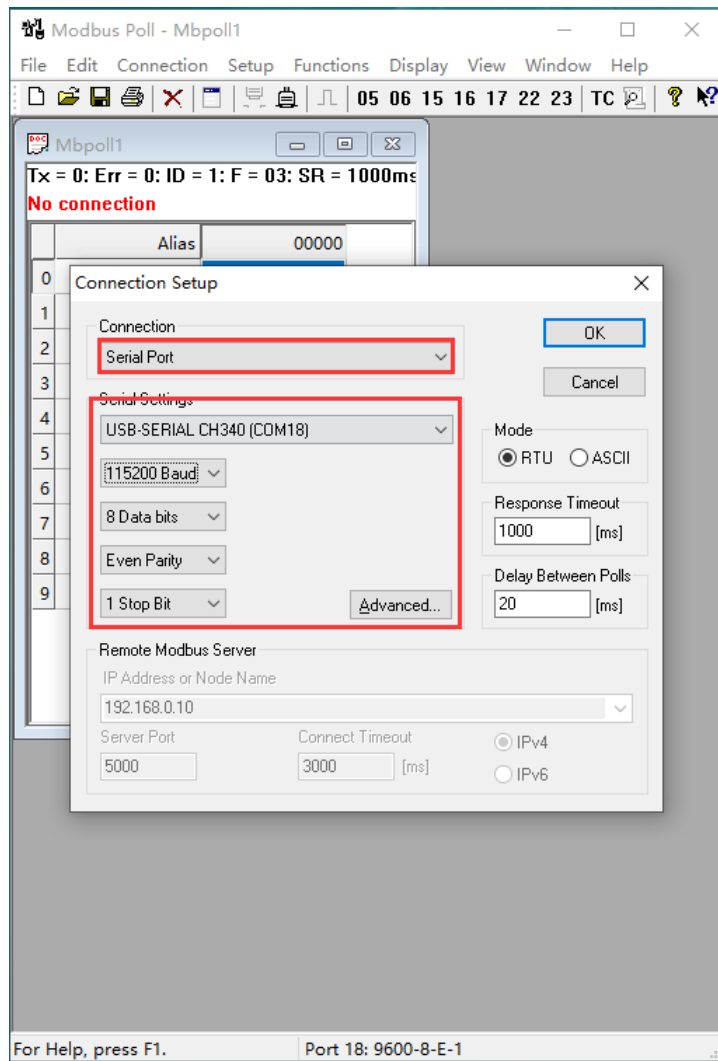

图 13-9 MODBUS_RTU 主机参数设置
(3) 点击“Connection”, 创建连接, MODBUS_RTU 端设置参数如图 13-9 所示。